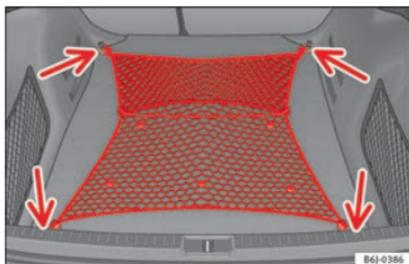

Fig. 158 Rete fermacarico distesa.
– Agganciare la rete fermacarico ai quattro occhielli di ancoraggio » fig. 158 (frece).